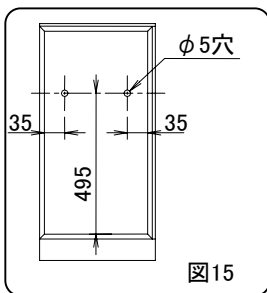

図15
- ①下台キャビネットの後板の所定位置に壁面取付用の下穴(φ5穴)を加工してください。(図15)